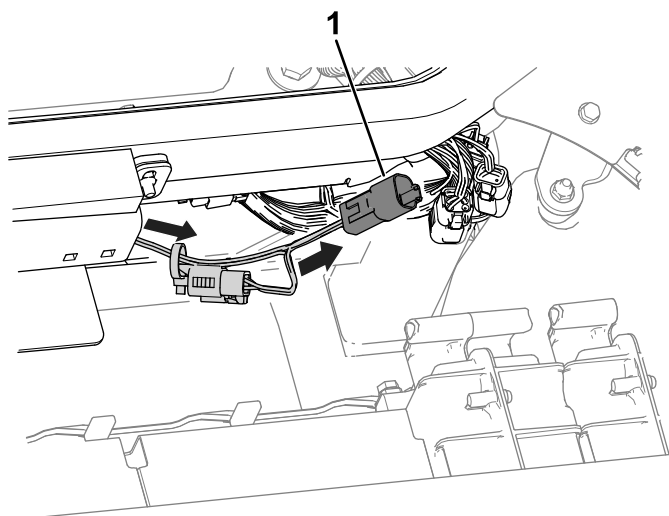

Figur 4
4. Använd ett kabelband och ett tryckfästelement för att fästa kablget på maskinramen (Figur 4).